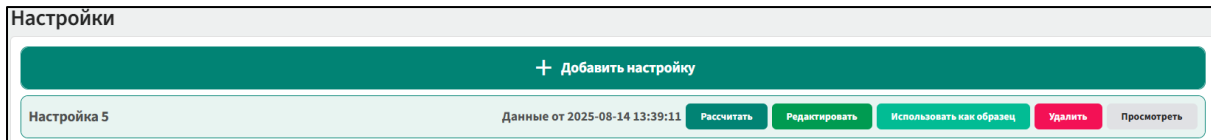

Рис. 8
6. Кнопкой Рассчитать запустите расчёт инверсии (рис.8).